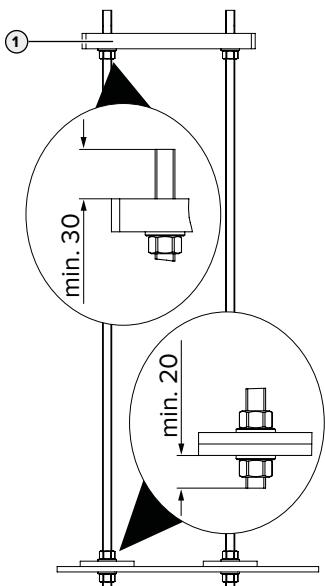

Fig. 3: Posizione delle rondelle e dei dadi [mm]
- ▶ Bloccare gli acciai piatti con rispettivamente un dado e una rondella, attenendosi alla Fig. 3. Assicurarsi che il set di montaggio per fondazione sia allineato in orizzontale.
- ▶ Montare la piastra di fondazione o di adattamento (**1**) (disponibile come accessorio) sul set di montaggio per fondazione tenendo conto della Fig. 3.